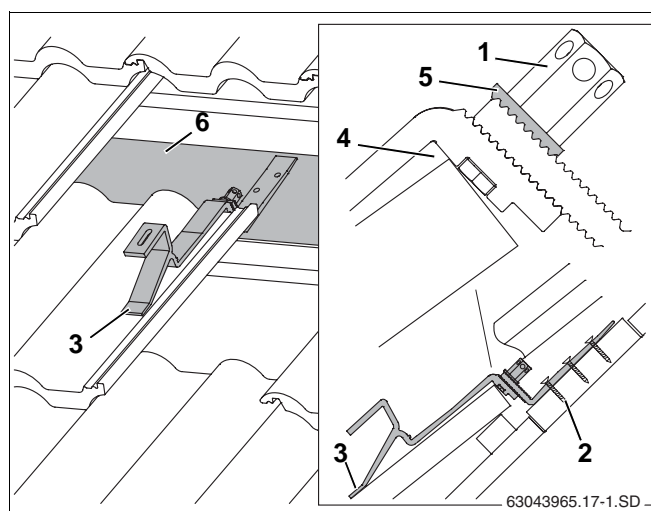

Bild 15 Monterad takhake (några pannor visas inte för tydlighetens skull)
- ▶ Lägg det främre stödet så att det vid belastning vilar i en grop på takpannan (bild 15, **pos. 3**).
Takkroken måste ha lite utrymme längs med pannans övre kant (bild 15, **pos. 4**). Anpassa eventuellt pannan upptill.
- ▶ Skjut ned takhakens nedre del tills den ligger mot takstolen resp. brädan/plankan (bild 15, **pos. 6**).
Den tandade brickan (bild 15, **pos. 5**) måste gripa tag i kuggarna på takhakens nedre del.
- ▶ Dra åt den långa sexkantsmuttern (bild 15, **pos. 1**). Sätt härvid in nyckel SW5 i hålet på sexkantsmuttern och vrid.
- ▶ Fäst takhakens nedre del i minst det första (bild 15, **pos. 2**) och andra hålet i takstolen med lämpliga skruvar.